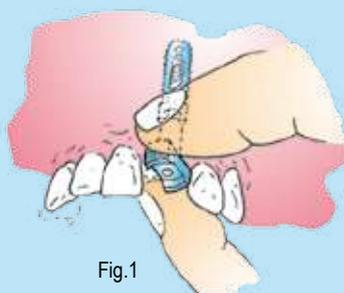
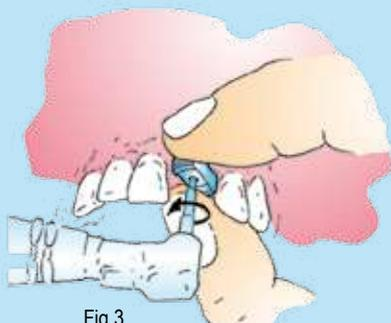
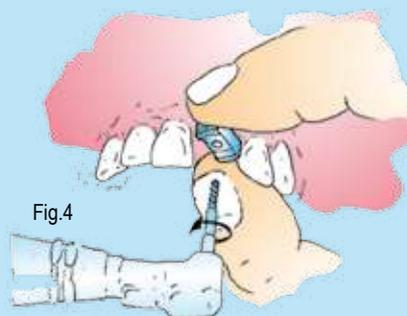

Fig.1
Fig.3
Fig.4
Insira a BROCA DE GARRA no CORPO CENTRADOR com a BROCA MANUAL (B). Inserir no implante e com uma pressão constante no parafuso, desaparafusá-la e removê-la do implante (Fig.1 e 2). Se o parafuso permaneça bloqueado no interior do implante, insira a BROCA DE GARRA no contra-ângulo de implantologia 20:1. Configurar o programa de inserção do implante no sentido anti-horário e insista no parafuso quebrado para achatá-lo e prepará-lo para a BROCA ESPECIAL que vai destruí-lo (Fig.3). Insira a BROCA ESPECIAL no contra-ângulo de implantologia 20:1. Configurar o programa no sentido anti-horário com uma velocidade entre 500 e 600 rpm. Refrigere com muita água durante esta operação. Insira a BROCA ESPECIAL no CORPO CENTRADOR, inicie a rotação, mantenha-o premido no parafuso quebrado não mais de 3 segundos e soltar. Este movimento alternado facilita a entrada de água para a refrigeração do implante e da BROCA. É absolutamente necessário que o CORPO CENTRADOR não se mova durante toda a operação (Fig.4). Se o CORPO CENTRADOR se mover, a BROCA ESPECIAL se quebrará. Uma vez que todas as gravações a laser do a BROCA ESPECIAL desaparece no CORPO CENTRADOR a operação é concluída e o parafuso é completamente destruído. Lave/aspire completamente o implante com água para remover quaisquer lascas de parafusos e seque o sistema com ar.comprimado.